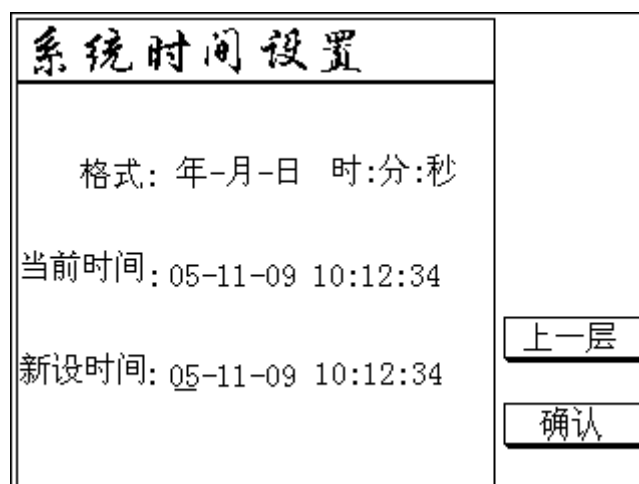

图 17
- 屏幕键五用以对系统时间设定，按下屏幕键显示如（图 17）所示
在此界面下（图 17）实现功能如下：